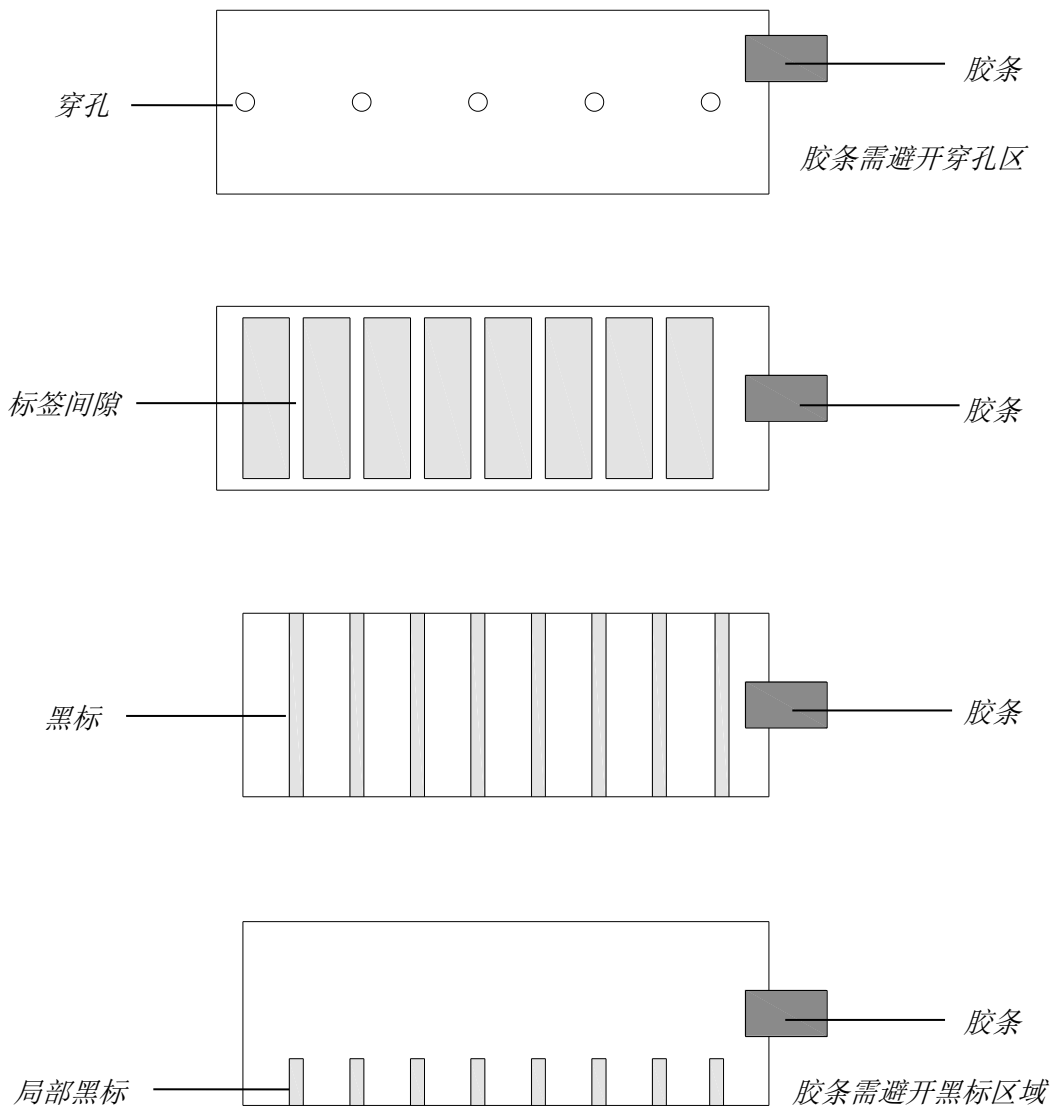

图 2-21
- 生产标签卷时，通常会用一小段胶条将标签固定在纸卷芯上，为保证纸张用尽时，纸张探测器能准确探测到无纸信号，请务必使纸张探测器位置避开胶条的粘贴位置。不同类型标签纸的胶条粘贴位置，请参考图 2-21。